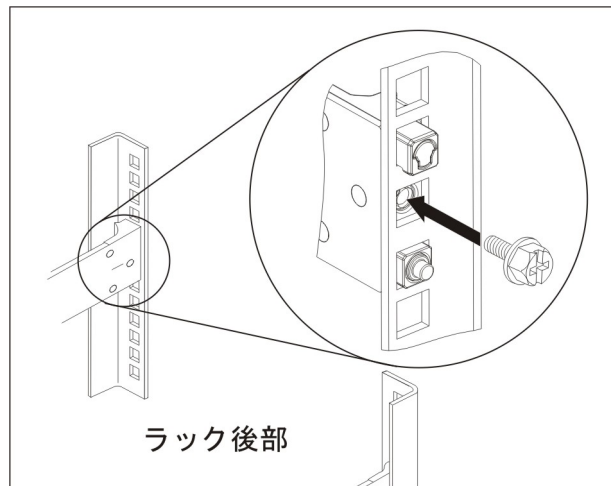

図 9. アプライアンス・スライド・レールをラックに固定する
4. 図 9 に示すように、アプライアンス・スライド・レールをラックに固定します。